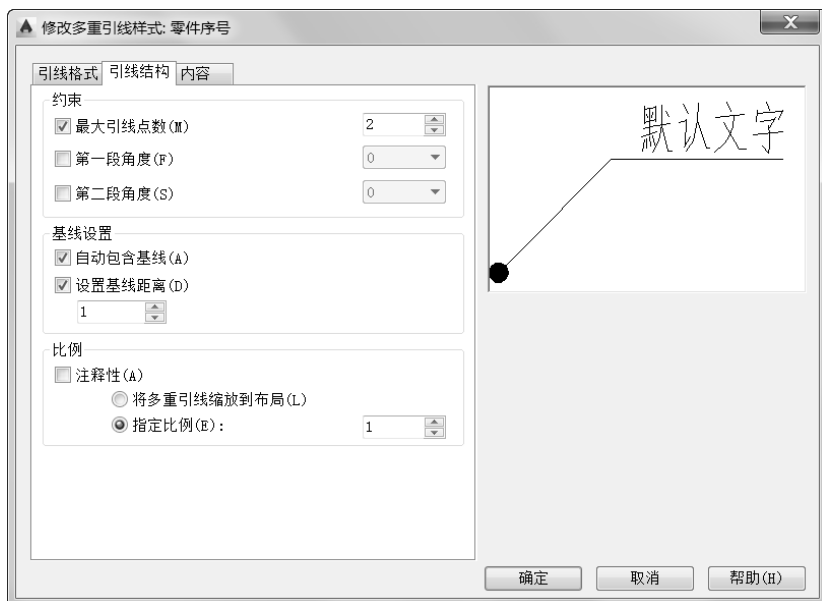

图 6-54 设置引线结构
5) 切换到“引线结构”选项卡，通过“约束”选项组、“基线设置”选项组和“比例”选项组来定义引线结构，如图 6-54 所示。